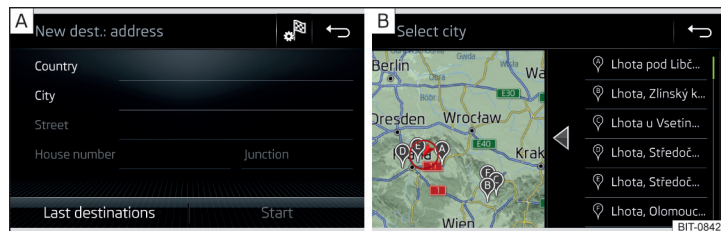

Fig. 172 Introducir destino a través de la dirección: Menú principal / Lista de los lugares seleccionados
- Introducir la dirección de destino y luego confirmar » fig. 172 - **A**.
Dependiendo de la cantidad de los lugares buscados puede visualizarse automáticamente un mapa con una lista de los lugares solicitados » fig. 172 - **B**.